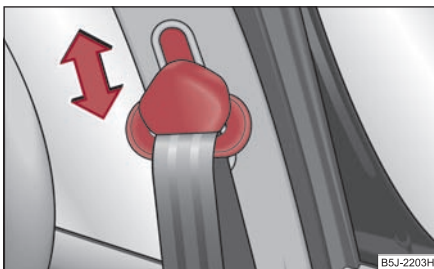

Fig. 5 Scaun față: Reglarea pe înălțime a centurii
- Pentru reglare apăsați dispozitivul de reglare și deplasați-l în sus sau în jos ⇒ fig. 5.